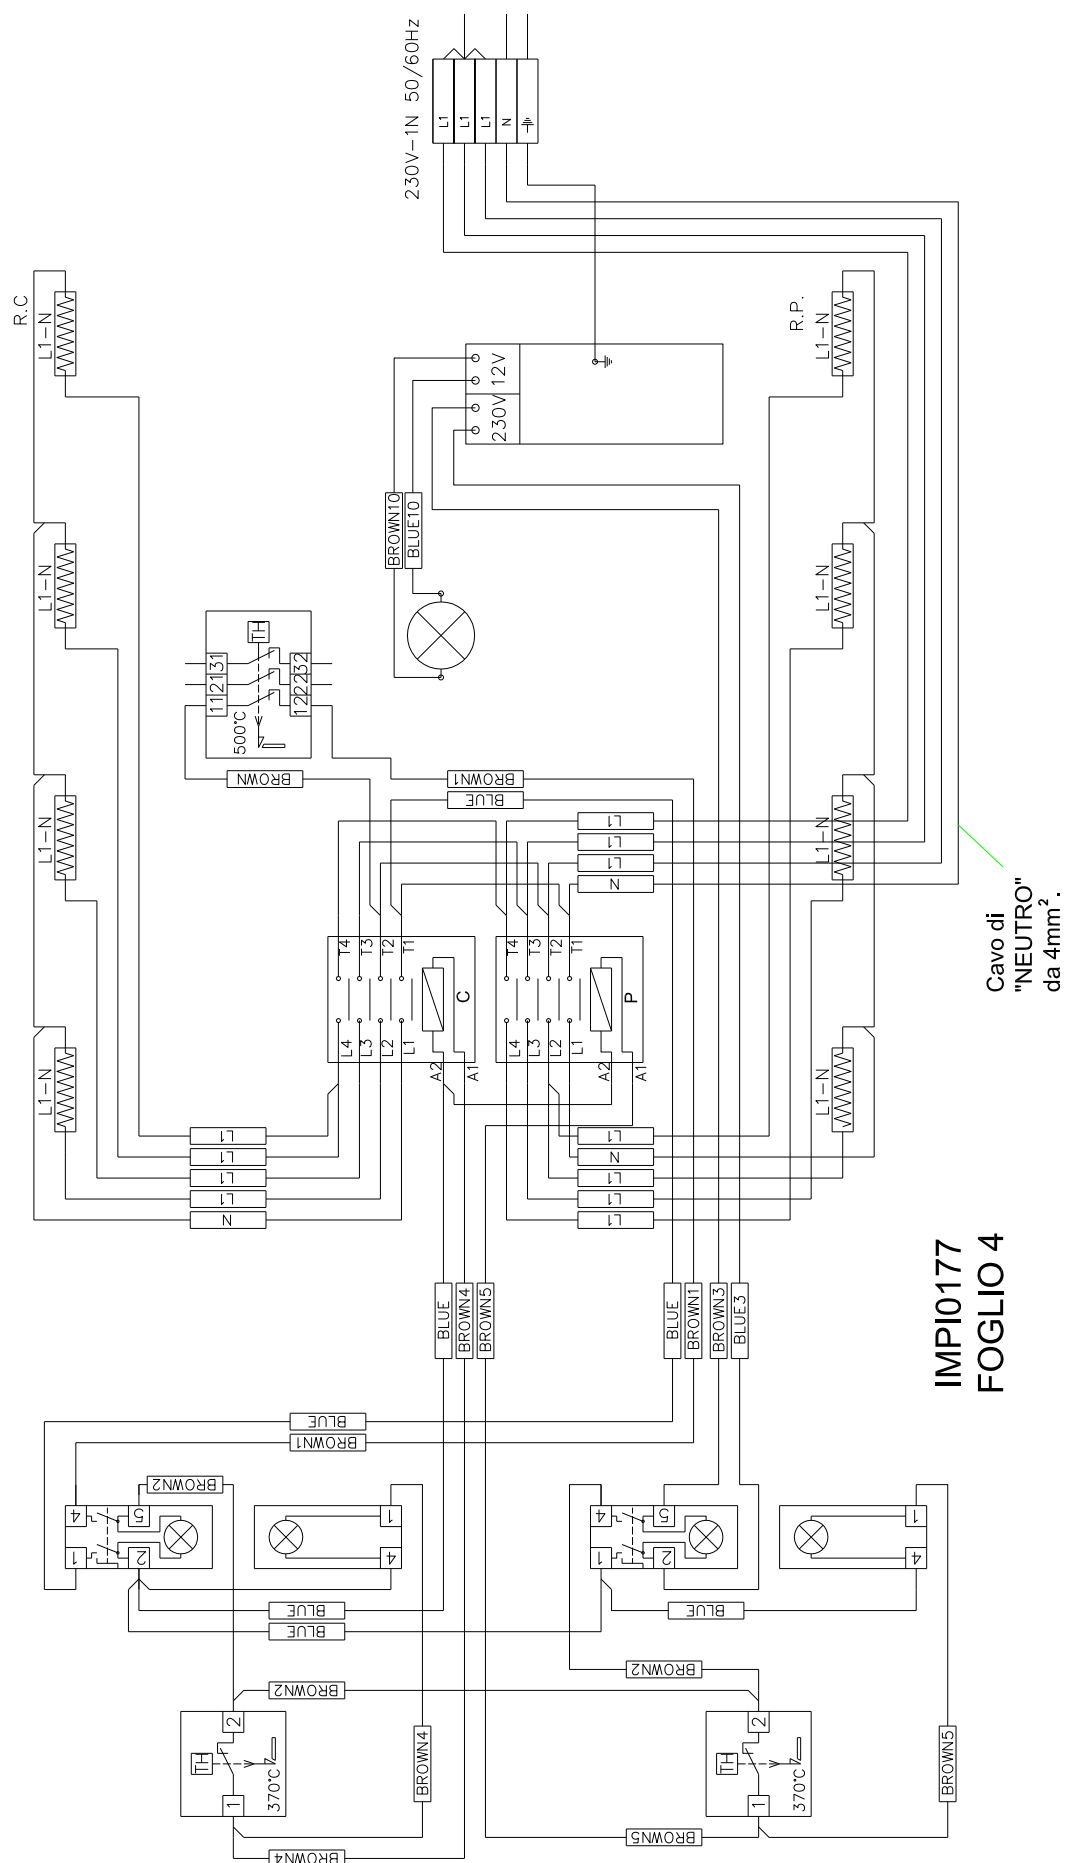

Fig.8.3 Schéma électrique PEZ430 mono-chambre, version à 230 Vac. 1-N.
N.B. Pour les fours bi-chambres PDZ430, version 230Vac 1-N, à cause de l'importante absorption électrique totale, il faut traiter chaque chambre comme des fours mono-chambre avec l'alimentation électrique individuelle; voir schémas électriques Fig.8.3.
N.B. Pour les fours bi-chambres PDZ430, version 230Vac 1-N, voir paragraphe 8.3 et schémas électriques Fig.8.3.